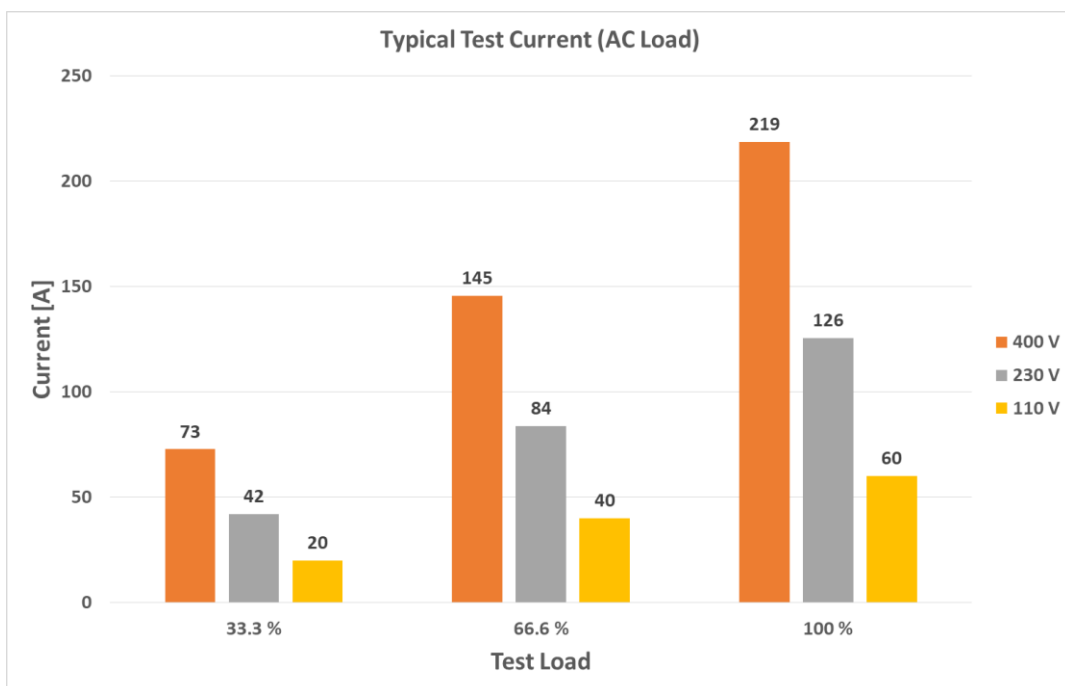

Abbildung 9.1: Typische Prüfströme (AC Load) in Bezug auf Nennspannung und Prüflast
Maximaler Prüfstrom siehe Kapitel **9.4 Prüfstrom**, *Abbildung 9.1*
- Maximaler Prüfstrom siehe Kapitel **9.4 Prüfstrom**, *Abbildung 9.1*